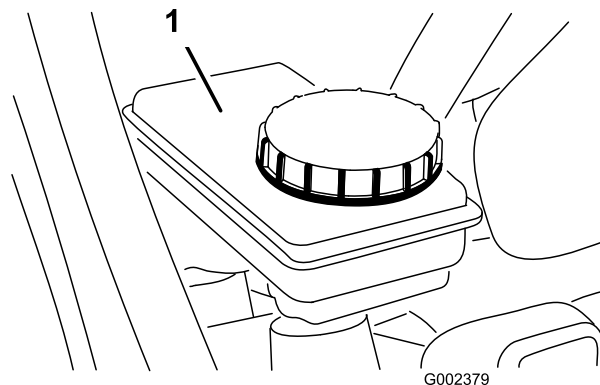

Figure 51
5. Le niveau de liquide doit atteindre le repère maximum sur le réservoir (Figure 51).
6. Si le niveau de liquide est trop bas, nettoyez la surface autour du bouchon du réservoir, enlevez le bouchon et versez du liquide de frein spécifié dans le réservoir jusqu'au niveau correct (Figure 51).